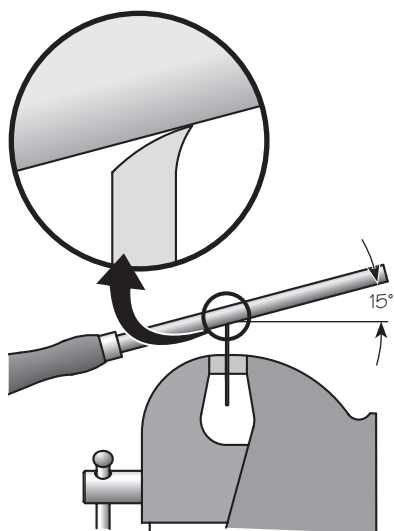

Figure 4 : Polissage
**Étape 3 – Polissage :** Maintenir fermement la lame dans un étau. Utiliser un affiloir – l'affiloir triple Veritas 05K32.01 convient très bien pour cette tâche – pour former le crochet. Voir la **figure 4**. Faire trois ou quatre passes fermes en respectant l'angle du biseau. Répéter cette étape, en relevant légèrement la poignée de l'affiloir. Terminer cette opération avec trois ou quatre passes avec l'affiloir à 15° par rapport à l'horizontale. Voir la **figure 4**. Les premières fois, vérifier l'angle à l'aide d'un outil fiable, comme une fausse équerre ou un rapporteur d'angle professionnel réglé à l'angle désiré.